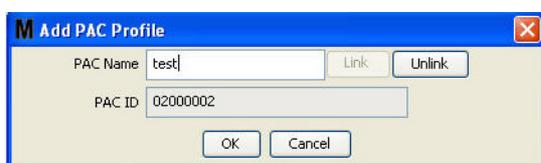

FIG. 115
- Le numéro d'identification de la PAC s'affiche dans le champ "PAC ID" (Identification de la PAC) (FIG. 115). Cliquez sur "OK" pour fermer la fenêtre et enregistrer les modifications.
Notez que le bouton "Link" (Associer) illustré dans la FIG. 115 n'est plus activé et est remplacé par un bouton "Unlink" (Dissocier). Cliquer sur le bouton "Unlink" (Dissocier) rompt l'association entre cette PAC et l'ordinateur Matrix.